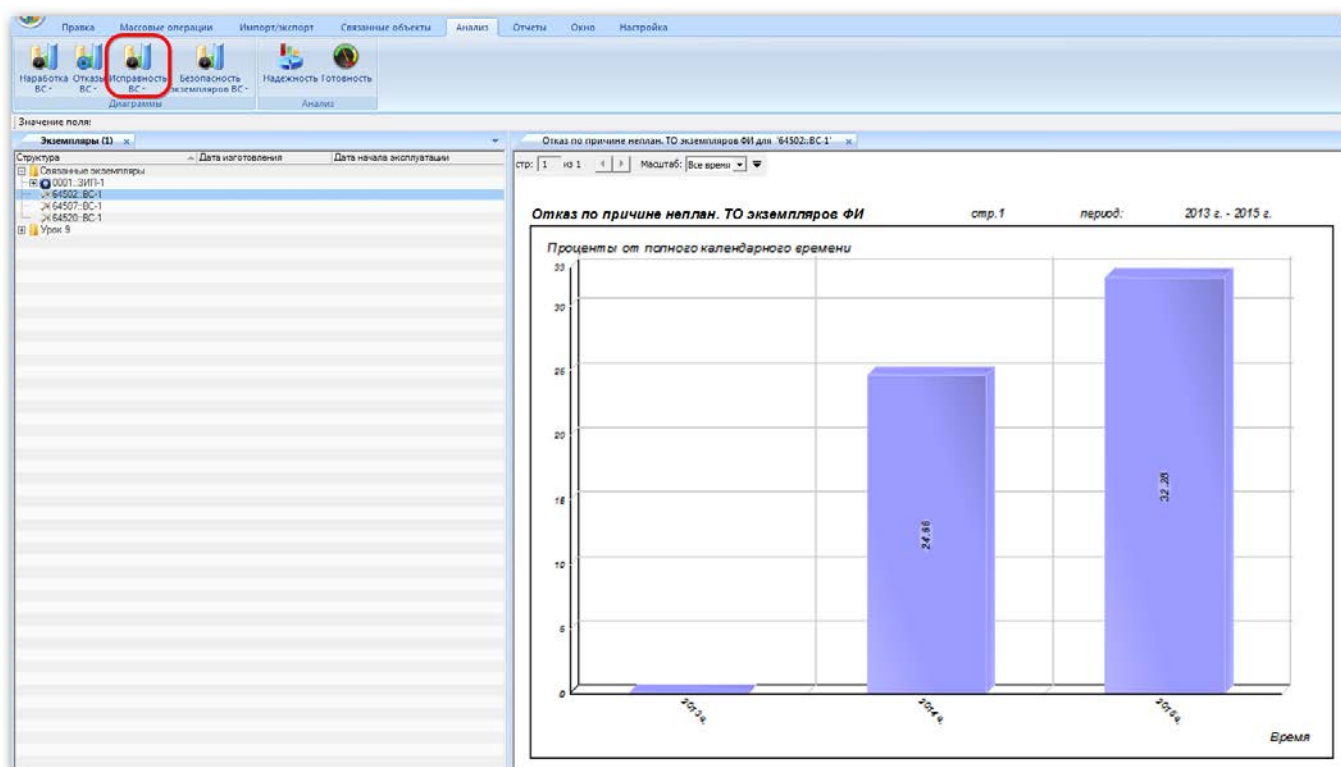

Рис. 13-386 – Построение диаграммы по исправности
4) В отдельном рабочем окне отображается диаграмма по исправности (рис. 13-386). Краткое описание инструментов панели «Файл» для диаграмм приведено в пункте 5.4.7 «Панель «Диаграммы»», стр. 62.